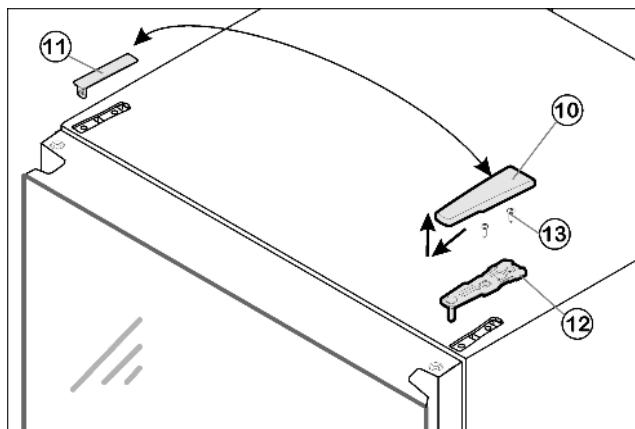

Fig. 8
- ▶ Потяните крышку Fig. 8 (10) вперед и вверх.
- ▶ Снимите крышку Fig. 8 (11).
- ▶ Открутите верхний опорный кронштейн Fig. 8 (12) (2 шт. Torx® 25) Fig. 8 (13) и вытяните вверх.
- ▶ Установите верхний опорный кронштейн Fig. 8 (12) на новой стороне шарнира и защелкните в дверце.
- ▶ Прикрутите верхний опорный кронштейн (**с усилием 4 Нм**) (2 шт. Torx® 25) Fig. 8 (13). При необходимости проделайте отверстия или используйте аккумуляторную отвертку.
- ▶ Защелкните крышку Fig. 8 (11) и крышку Fig. 8 (10) на противоположной стороне.